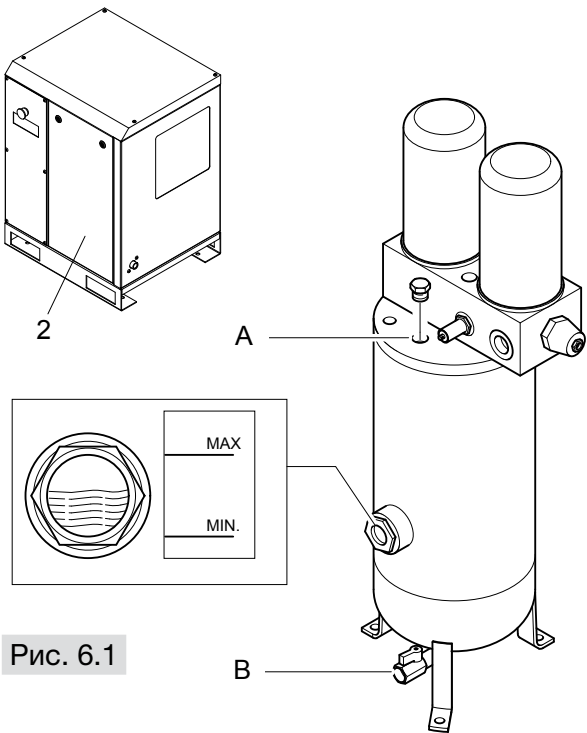

Рис. 6.1
- Убедиться в отсутствии сжатого воздуха внутри масловоздушного ресивера: отвинтить кран A (см. рис.6.1) и полностью спустить воздух.
(см. рис. 6.1)
Замена масла (см. рис. 6.1)